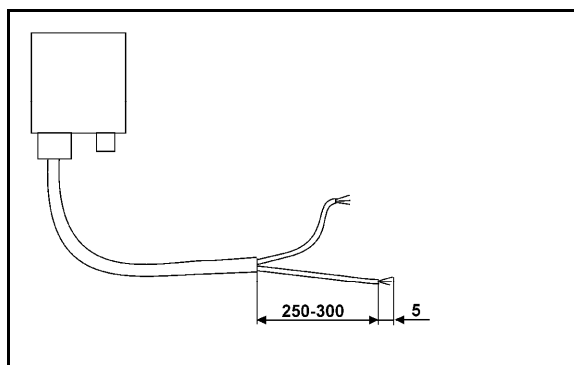

Рис. 3
Пример (рис. 3/6)
- Рисунок 3
3. Снимите оболочку прим. на 250–300 мм (Рис. 3) с конца кабеля.
- Зачистите концы кабеля (Рис. 3) на 5 мм.